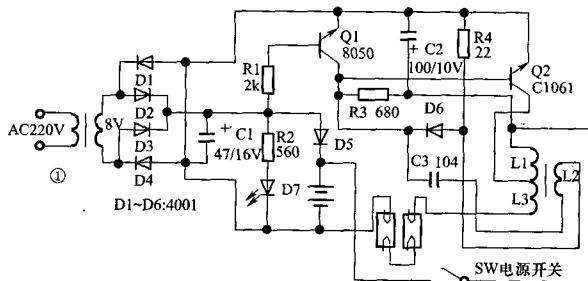

图 1-8 812 应急灯电路
## 8. 812 应急灯(图 1-8)
**分析检修:**电路如图 1-8 所示。电源 SW 接通,蓄电池电流经 R3 向 C3 充电,由于 L3 的绕向与 L1 相反,由 L2 续流和 D6 换相,加到 Q2(C1061)基极,使其形成振荡(用示波器查看为方波),而同相的 L3 圈数是 L1 的 70 余倍,即在其上感生 120V 高压,供点亮灯管。充电时接交流电源,变压器次级为 8V 低压,经 D1 ~ D4 桥式整流、C1 滤波、R2 降压限流,点亮充电指示灯 D7,并经隔离二极管 D5 向蓄电池充电。同时,8V 正电压经 R1 供给 Q1(8050)基极,使之导通,集电极为低电平,使 Q2 截止。这样,蓄电池在充电时,没有点灯功能。根据故障分析,主要是灯管老化、灯丝损坏或变压器绝缘烧毁。用新灯管代换后无效,经查为变压器烧坏。拆开变压器重绕(注意磁芯比较脆硬,拆撬时应细心防止断裂),最里层用  $\phi 0.35$  mm 漆包线,L1 反向绕 7 圈,L2 并排正向绕 10 圈,绕后用绝缘纸裹三层,再用  $\phi 0.15$  mm 线正向绕 L3(530 圈)。组装时磁芯与磁芯间的衬纸可用普通薄纸。安装好后,灯正常工作。